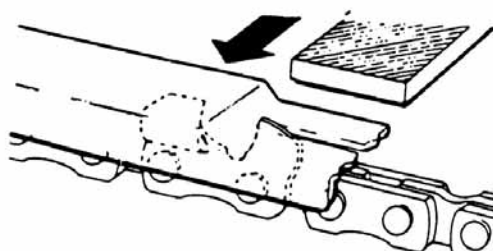

Fig. 4-3
- 3) Anbring dybdemålsværktøjet på skær. Hvis dybdemålet rager frem, fil skæret i niveau med toppen af værktøjet. Fil altid fra kædens inderside mod et udvendigt skær. (Fig. 4-3)